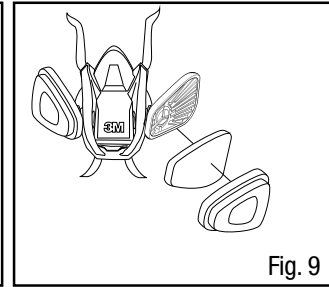

Fig. 9
3. Coloque o filtro no Retentor 501 da 3M™ de forma que o lado impresso do filtro fique voltado para o adaptador 603. Pressione o retentor sobre o adaptador e assegure-se de que a selagem do filtro esteja livre de falhas (Fig. 9).